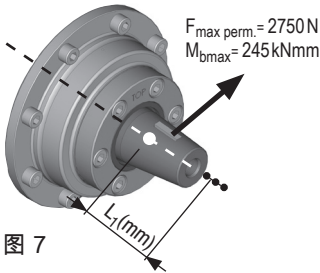

图 7
- 如图 7 所示，在力的作用点上所施加的最大皮带张紧力不超过 $F_{\max \text{ perm.}} = 2750 \text{ N}$ 。
- 如果力的作用点前移，(如图7小点处)，则应按以公式计算允许最大皮带张紧力 $F_{\max \text{ perm.}}$ 。